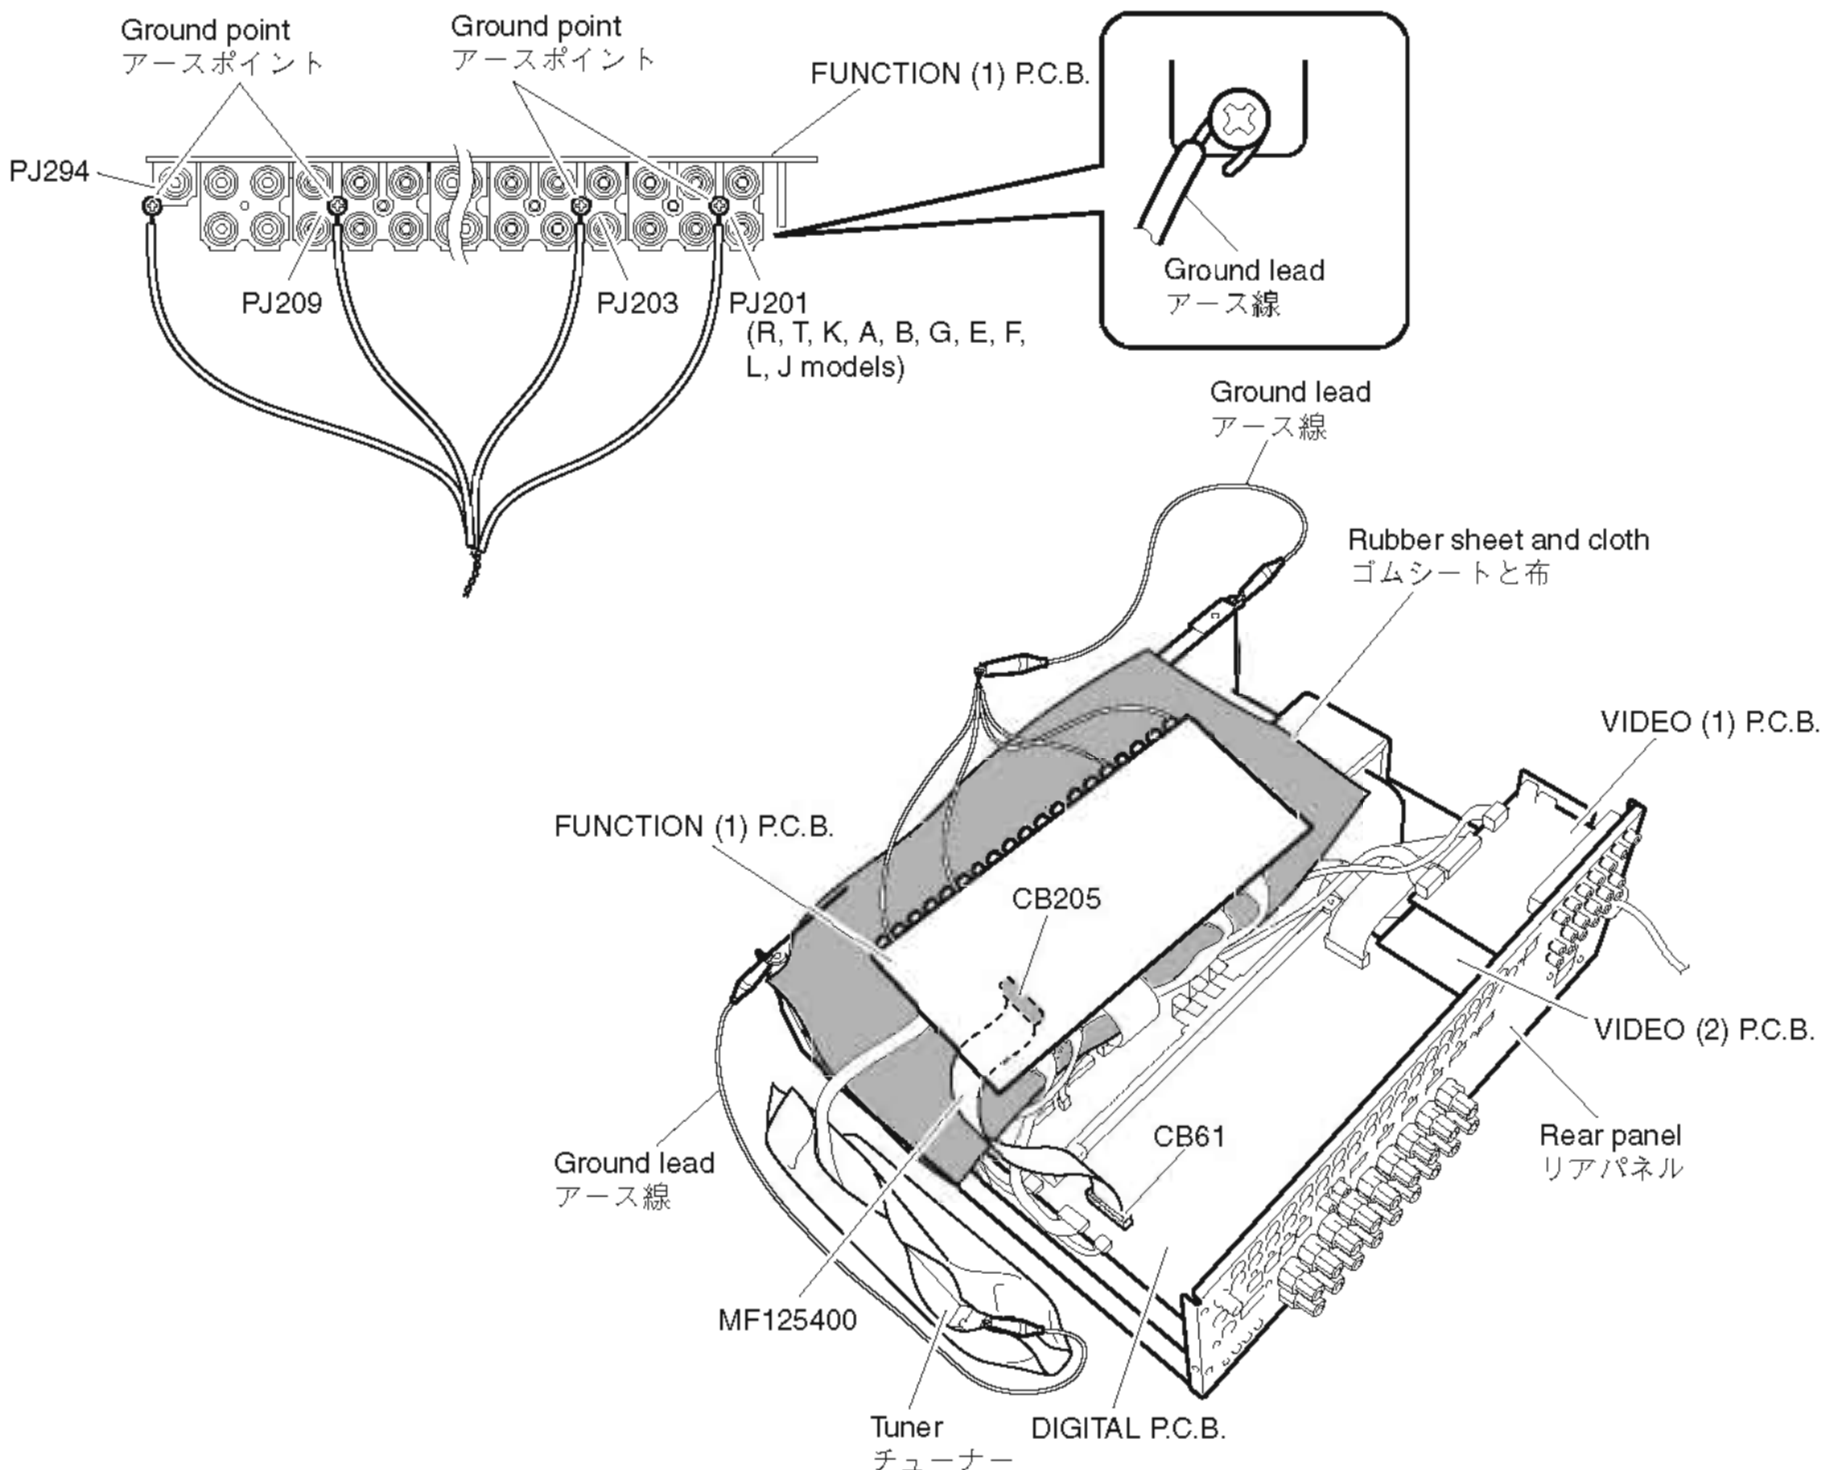

Fig. 10
- Put the rubber sheet and cloth over the equipment. Then place the FUNCTION(1) P.C.B. upside down on the cloth and check it. (Fig. 10)
- Be sure to use the extension cable for servicing for the following section. (Fig. 10)
- In this unit, the ground of P.C.B.s shown below is connected to the rear panel and chassis. When FUNCTION (1) P.C.B. is removed from the rear panel and chassis, connect the ground point to the rear panel or chassis, using a ground lead or the like. (Fig. 10)
- 本機の上にゴムシートと布を敷き、その上に FUNCTION(1) P.C.B. を裏返しに置いてチェックします。(Fig. 10)
- 次の区間は、サービス用延長ケーブルを使用してください。(Fig. 10)
- 本機ではP.C.B.のアースがリアパネルおよびシャーシに接続されています。FUNCTION(1) P.C.B.をリアパネルおよびシャーシより取り外した場合、リード線等でアースポイントをリアパネルまたはシャーシに接続してください。(Fig. 10)